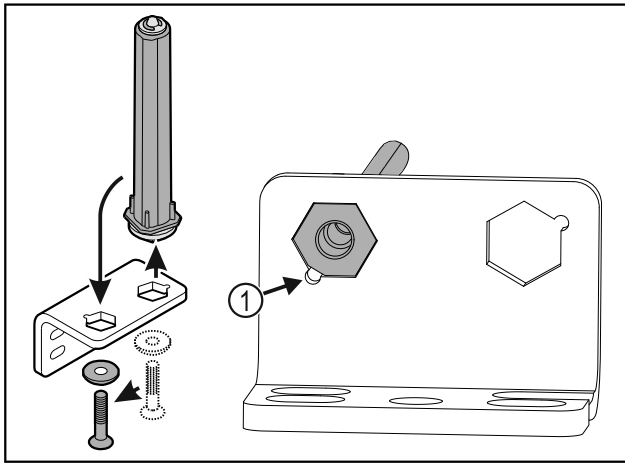

Fig. 25
- ▶ Let erop dat bij het plaatsen de boutafschuiving Fig. 25 (1) naar het ronde gat wijst.